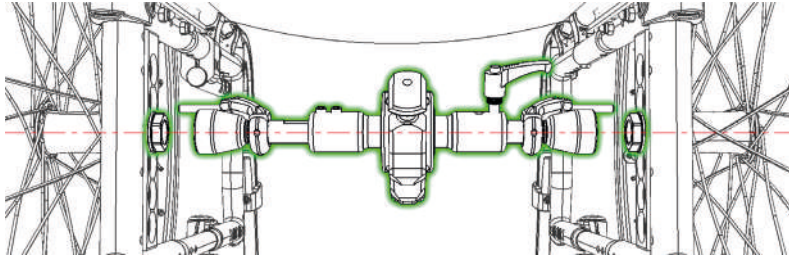

Figura 18
3. Posizionare il Kit di Aggancio Posteriore per carrozzine pieghevoli, alla sua estensione minima, tra gli assi delle ruote della carrozzina (Figura 18).